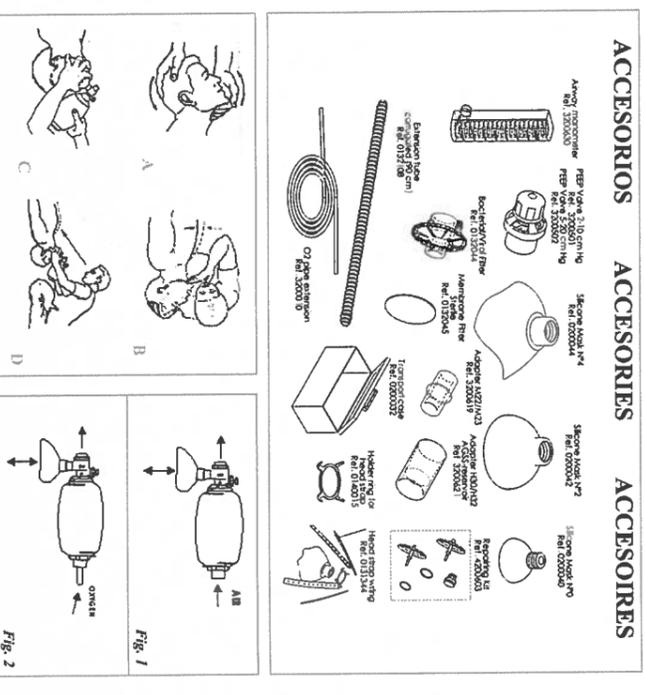
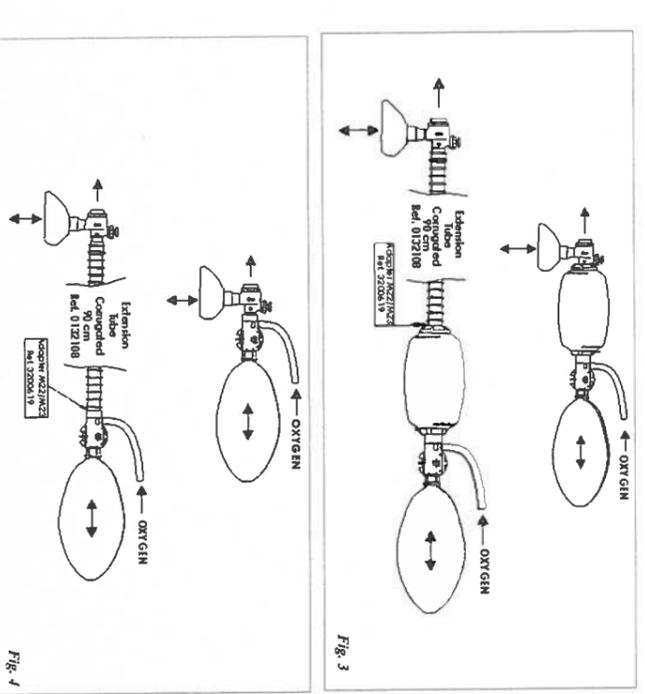

Fig. 2
Fig. 3
- Ventilación controlada con Oxígeno suplementario con reservorio (Fig. 3) o sin reservorio (Fig. 2); el uso de O₂ suplementario permite obtener una concentración del mismo ajustable entre 21 y 100% según el canal de la fuente de O₂. Esta práctica es la recomendada por todas las guías actuales de resucitación. El uso de reservorio permite un ahorro de O₂ superior al 50%.
- Ventilación espontánea con inhalación de Oxígeno suplementario: Inhalando Oxígeno desde el reservorio, con (Fig. 3) o sin la bolsa del resucitador instalada (Fig. 4), se aumenta y controla la concentración de O₂ inhalado, con una resistencia inspiratoria mínima, permitiendo además un ahorro de O₂ muy importante con respecto a los sistemas habituales de oxigenoterapia.
- Controlled ventilation with supplemental oxygen with (Fig. 3) or without (Fig. 2) reservoir: the use of additional O₂ allows to obtain an adjustable concentration from 21 up to 100%, according to the flow of the O₂ source. This is the recommended practice by all the actual resuscitation guidelines. The use of the reservoir allows a saving of O₂ superior than 50%.
- Spontaneous ventilation with supplemental oxygen inhalation: Inhaling oxygen from a reservoir, with (Fig. 3) or without the resuscitator bag installed (Fig. 4), the concentration of inhaled O₂ is increased and controlled, with a minimum inspiratory resistance, allowing also a very important O₂ saving with respect to the usual oxygen therapy systems.
- Ventilation contrôlée avec oxygène supplémentaire avec réservoir (Fig. 2) ou sans réservoir (Fig. 3): l'utilisation de O₂ supplémentaire permet d'obtenir une concentration réglable entre 21 et 100% selon le débit de la source de O₂. Toutes les normes médicales d'insufflation recommandent cette pratique. L'utilisation de réservoir permet une économie de O₂ supérieure à 50%.
- Ventilation spontanée avec inhalation d'oxygène supplémentaire: L'inhalation de O₂ depuis le réservoir, avec (Fig. 2) ou sans le sac de l'insufflateur installé (Fig. 4), augmente et contrôle la concentration de O₂ inhalé, avec une résistance inspiratoire minimale, et permet une économie de O₂ très importante en comparaison avec les systèmes d'oxygénothérapie.